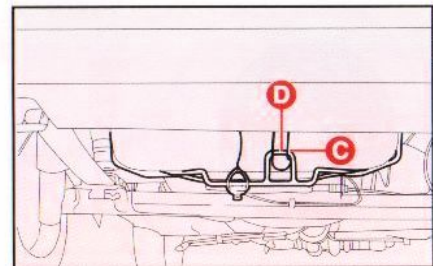

Abb. 15
2) Den oberen Teil des Halterungsbügels **C**, **Abb. 15** in die Verankerungsfeder **D** einhaken und die